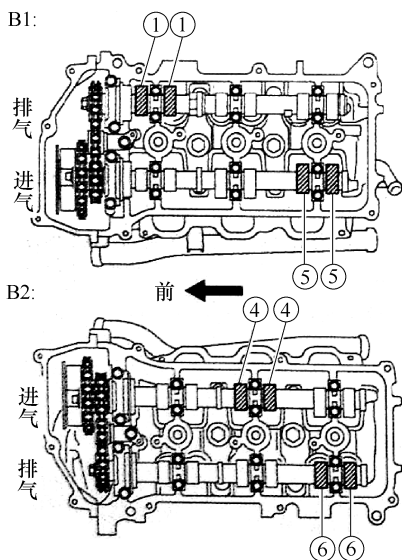

图 1-254 检查气门
③ 顺时针转动曲轴 240°,并检查图 1-254 中所示的气门。